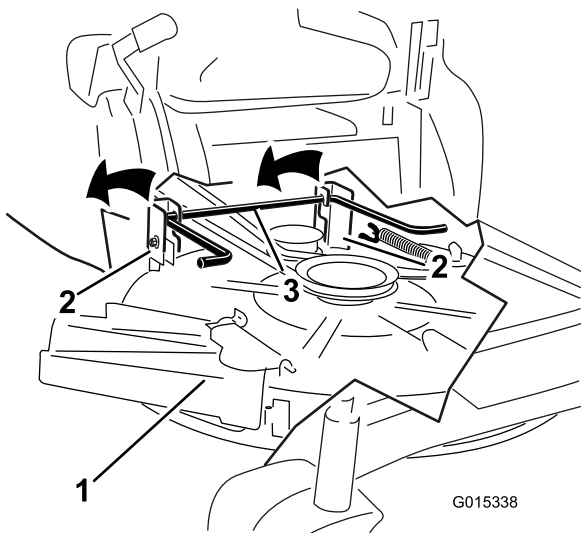

Figure 58
5. Soulevez l'arrière du tablier de coupe et guidez les supports sur la tige de levage arrière (Figure 58).
6. Soulevez et enlevez le tablier de coupe et les supports de la tige de levage arrière et abaissez la tondeuse au sol avec précaution (Figure 58).